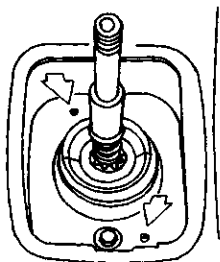

图 3-27 换挡杆支架孔与变速杆罩壳孔对准
13) 将换挡杆支架孔与变速杆罩壳的孔对准，并旋紧螺栓，如图 3-27 所示。